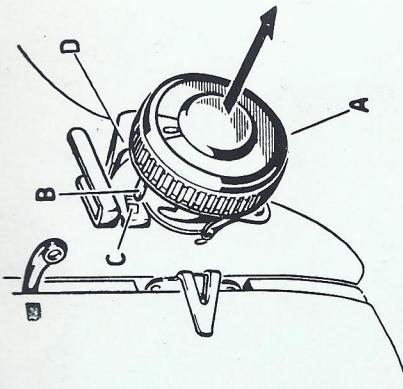

Fig. 30
- colocar el botón « A » (fig. 30) en el 0,